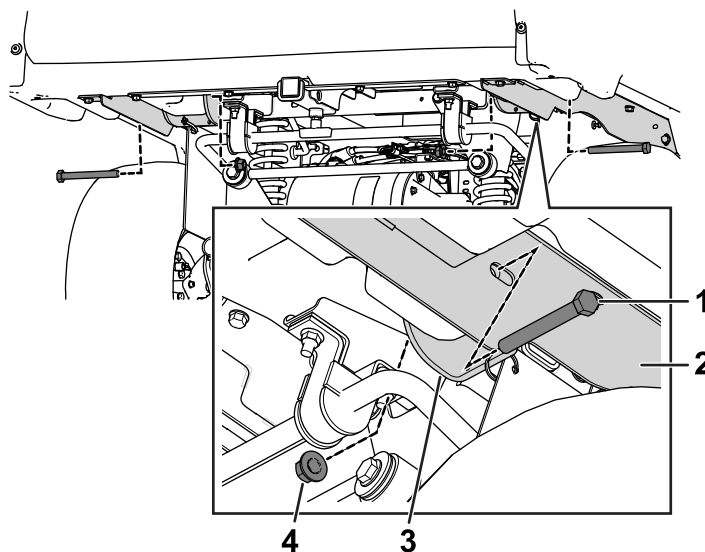

図 6
7. ピボットブラケットの穴が荷台サポートにある穴に整列するように、荷台を注意深く降ろす 図 6。
8. ボルト $\frac{1}{2}$ x $4\frac{1}{2}$ " 2 本とフランジナット 2 個を使用して、左右の荷台サポートをピボットブラケットに固定する 図 6。